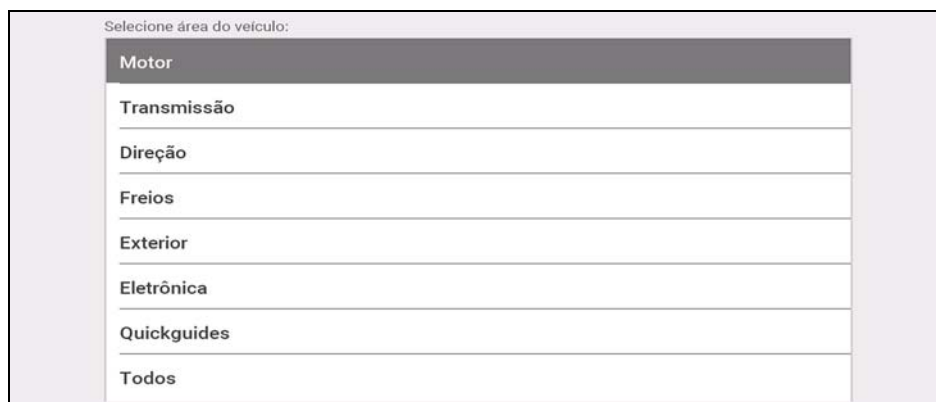

Figura 9-5
2. Selecione uma área do veículo (p. ex.: **Motor**, **Transmissão**, **Freios**, etc.) (Figura 9-5).